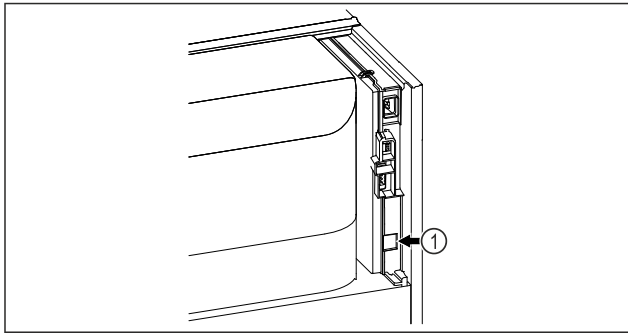

Fig. 144
- A SmartModule Fig. 144 (1) be van helyezve.